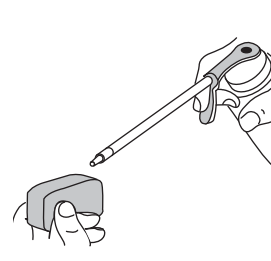

Fig. 23
5. Appliquez une quantité suffisante d'huile moteur propre SAE 30 pour enduire légèrement le filtre (Fig. 23).
- Enlevez les deux vis (2) du haut du couvercle du silencieux à l'aide d'un tournevis à lame plate ou T-25 Torx (Fig. 23) et enlevez le couvercle du silencieux.
- Enlevez les six vis (6) du haut du couvercle du moteur à l'aide d'un tournevis à lame plate ou T-25 Torx (Fig. 23) et enlevez le couvercle du moteur.